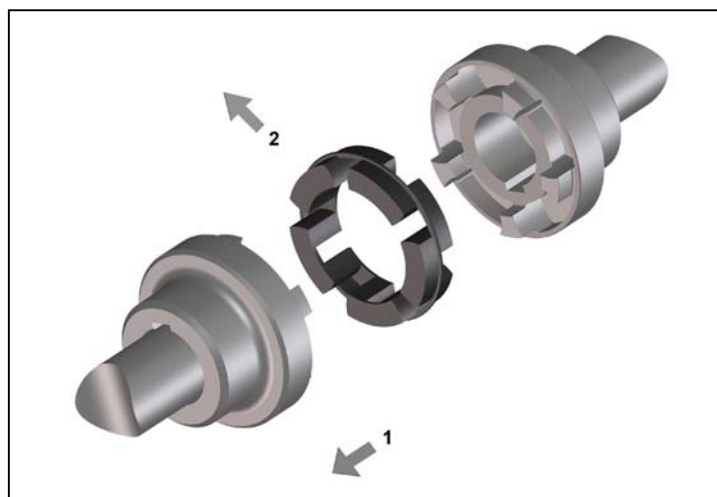

Fig. 10
- Tirer vers l'arrière un arbre avec moyeu d'accouplement monté (Fig. 10, Pos. 1).
- Retirer la bague intermédiaire (Fig. 10, Pos. 2).